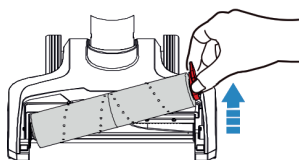

Fig. 9
- Para retirar a escova rotativa, puxe a pega do lado direito (Fig. 9).